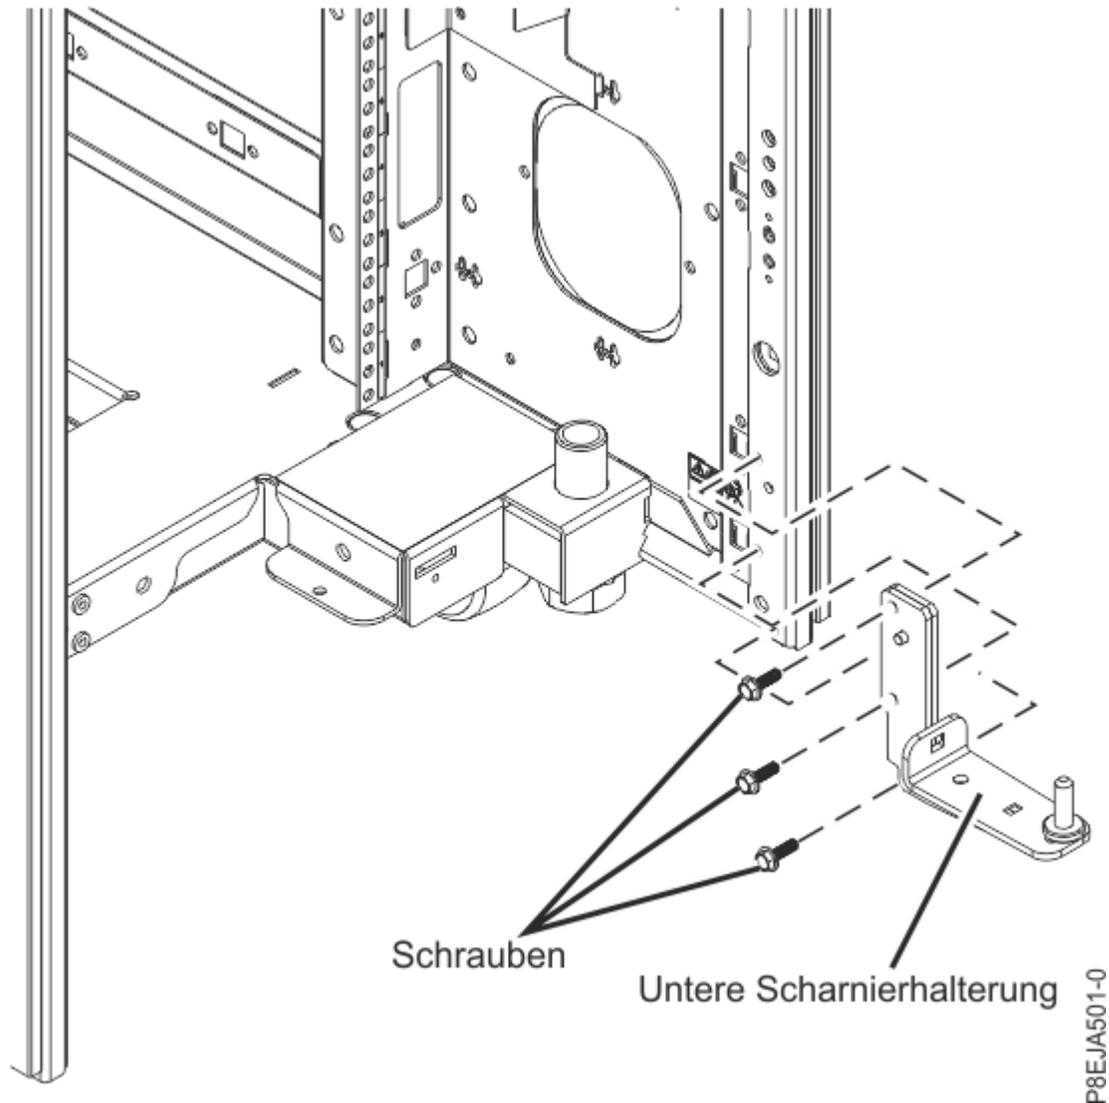

Abbildung 104. Unteres Scharnier installieren
- a. Fügen Sie dem Rack drei M6-Klemmmuttern hinzu (siehe Abbildung 104 auf Seite 155).
- b. Installieren Sie die untere Scharnierhalterung, indem Sie die oberen und unteren M6x20-Schrauben (Teilenummer 01KL839) anziehen (siehe Abbildung 104 auf Seite 155). Ziehen Sie die Schrauben mit einem Drehmomentschraubendreher bis auf $2,5 \text{ Nm} \pm 0,2 \text{ Nm}$ an.